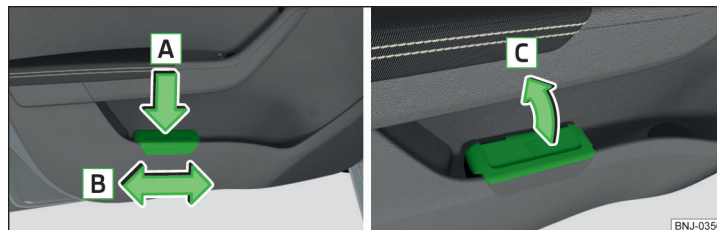

Fig. 84 Portarifiuti: inserimento e spostamento / apertura
- Premere il portarifiuti nell'area posteriore in direzione della freccia **A** » fig. 84.
- Estrarre il portarifiuti in direzione opposta a quella indicata dalla freccia **A** » fig. 84.
- Sollevare il coperchio nel senso indicato dalla freccia **C** » fig. 84.